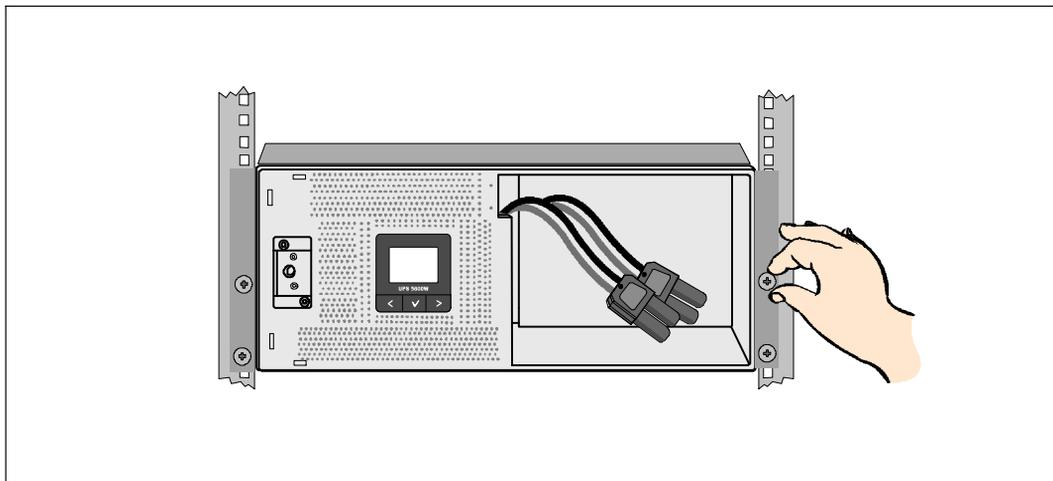

Abbildung 11. Befestigung des Gehäuses
- 7 Sichern Sie die Vorderseite des Gehäuses mithilfe von vier Rändelschrauben an den Montageklammern (siehe Abbildung 11) an dem Gestell. Ziehen Sie die Schrauben von Hand fest. Verwenden Sie keine Elektrowerkzeuge. Wiederholen Sie den Vorgang für weitere Gehäuse.